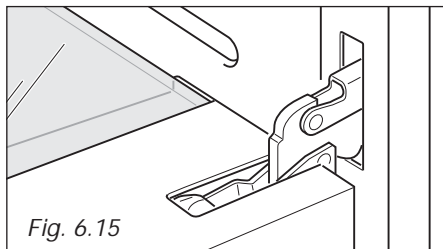

Fig. 6.15
- Fully open the oven door (fig. 6.15).